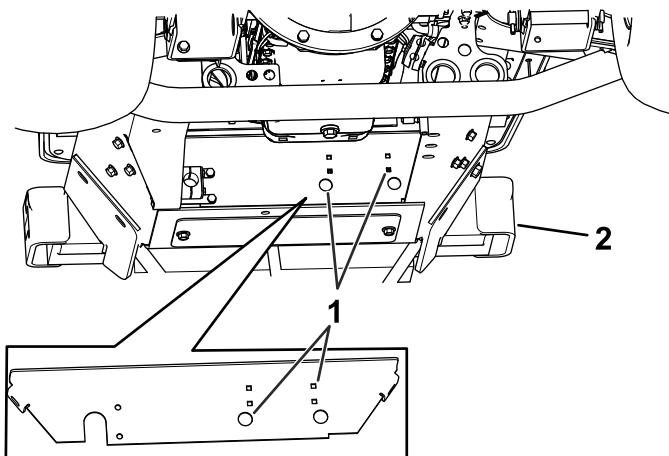

Figura 1
1. Verificate se la vostra macchina è dotata di fori preesistenti nel supporto del radiatore (Figura 1).
5. Sollevate il radiatore a sufficienza in modo da far scorrere fuori il supporto del radiatore esistente (senza fori preesistenti). Fate riferimento alla Figura 1 per trovare i fori preesistenti.
Nota: I seguenti passaggi sono intesi solo per le macchine non dotate di fori preesistenti nel supporto del radiatore. Fate riferimento alla Figura 1 per l'individuazione dei fori preesistenti.